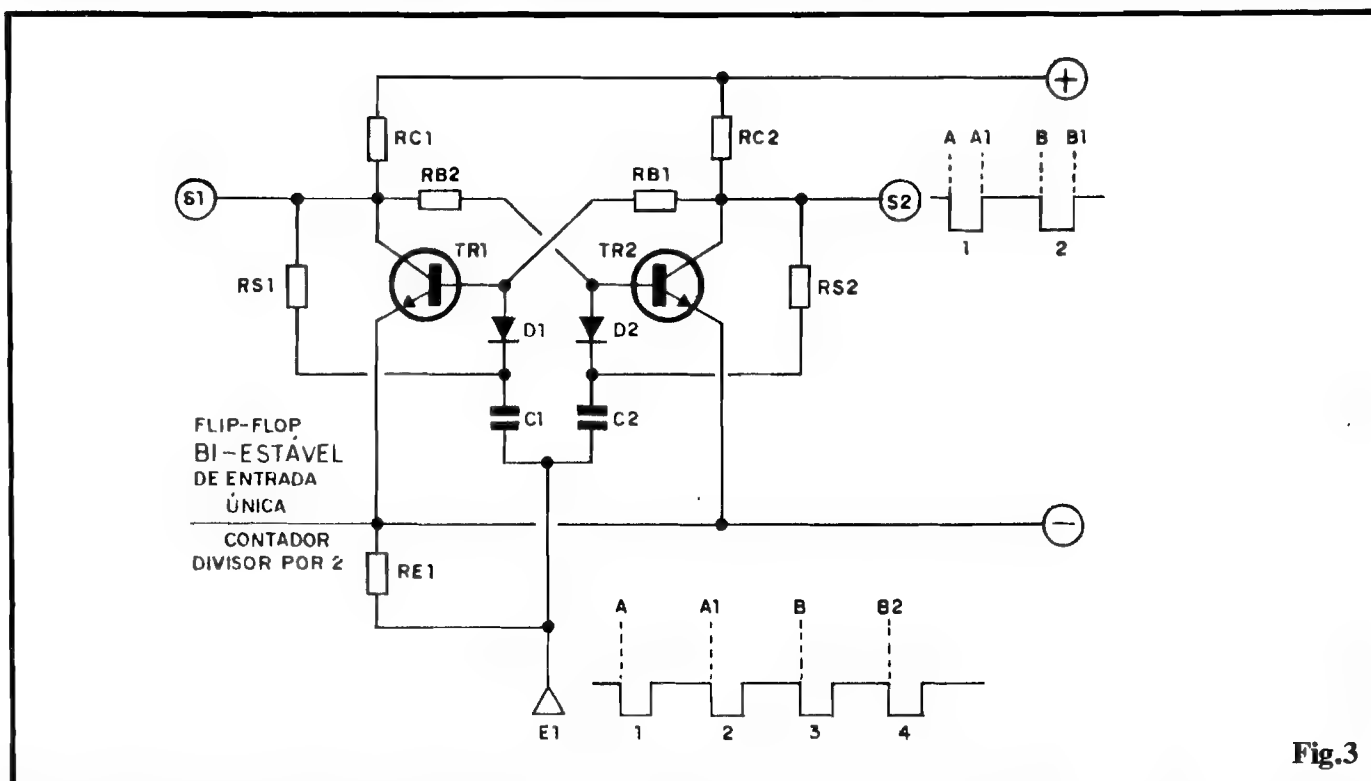

Fig.3
- **FIG. 3 - FLIP-FLOP BI-ESTÁVEL DE ENTRADA ÚNICA** - A célula básica de memória eletrônica, diagramada na figura anterior, tem seus usos práticos nos circuitos digitais, e com várias vantagens ou facilidades... Por exemplo, podemos (fig. 2) usar a Entrada E1 para "colocar" na memória o dígito que desejamos "guardar", e a Entrada E2 para "apagar" da memória o tal dígito (ou vice-versa...). Entretanto, visando a aplicação e a simplificação em algumas outras funções, os projetistas desenvolveram uma estrutura de **BI-ESTÁVEL** dotada de Entrada **única**, conforme vemos no diagrama da fig. 3... A presença dos diodos D1 e D2, capacitores C1 e C2 e mais alguns resistores extras, permite que, a partir de pulsos **negativos** (ou "baixos", ou "0") aplicados à Entrada única E1, se invertam os estados estáveis prévios, presentes nas Saídas S1 e S2... Supondo, por exemplo (consideremos, para o caso, apenas a Saída S2...) que a Saída se encontrava esta-